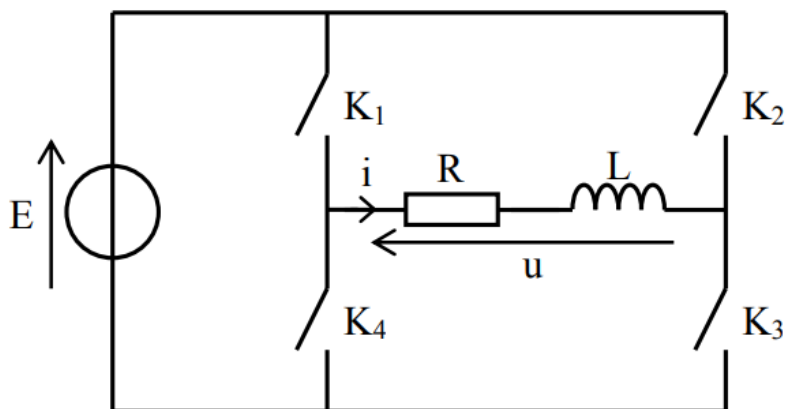

Fig.5 : schéma structurel du second convertisseur (onduleur)
2.2.4 Le convertisseur n° 2 est un onduleur monophasé à commande symétrique, alimenté par une source de tension continue $E = 200 \text{ V}$ (fig.5).